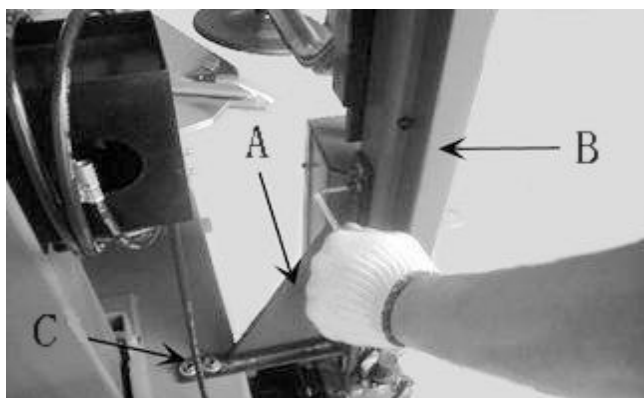
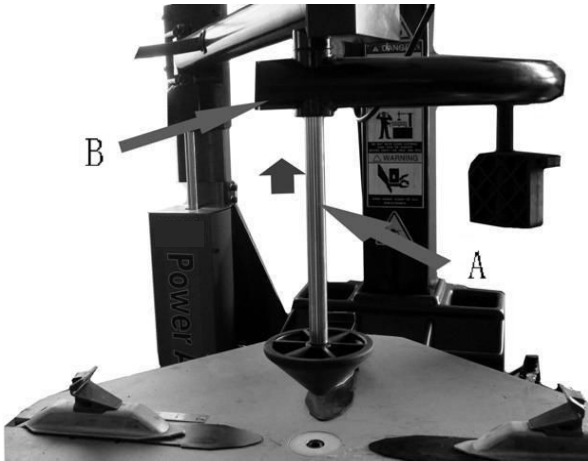

図 7-4
図 7-7
7.1.5 ボディブラケットと本体を接続する為に、固定補助ブラケットを使用します(図 7-4 A) ネジを挿入して固定します。
マニュアルディレクションチェンジバルブを使用してプレスコーンローラーの先端をターンテーブルの中心に一致させます。(図 7-7)。一致しない場合、ネジを使用してベース(図 7-4)の位置を調整して一致させます。